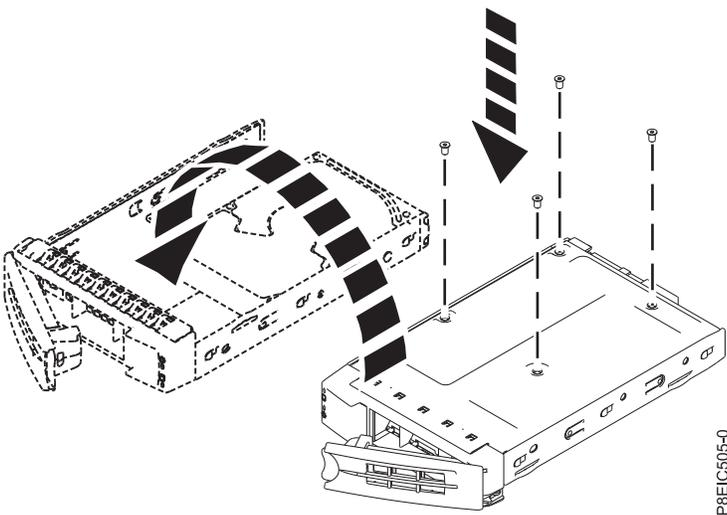

Figura 5. Montaje de la unidad de 2,5 pulgadas en la bandeja
- Una unidad de 2,5 pulgadas se debe colocar en la parte posterior de la bandeja. Mientras sujeta a la vez la unidad y la bandeja, dé la vuelta a la bandeja. Asegure la unidad en la parte inferior de la bandeja con cuatro tornillos, tal como se muestra en Figura 5.